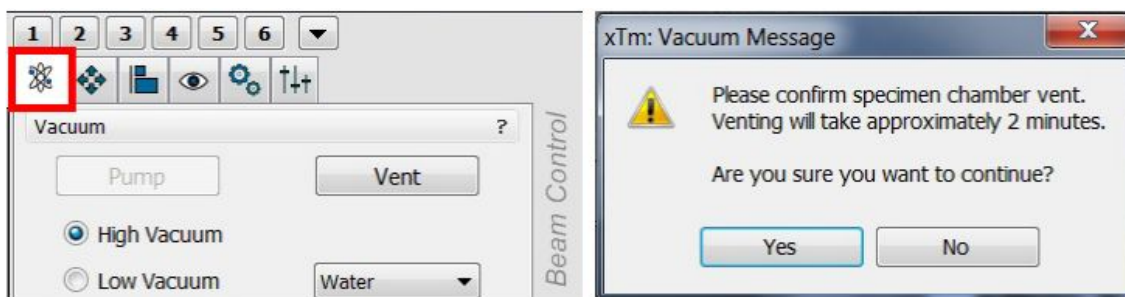

Figura 7. Botão “*vent*” localizado na aba “*Beam Control*”, módulo “*Vacuum*” e a janela de confirmação da opção de despressurização (ventilação) da câmara.
- ✓ Selecione a aba “*beam control*” (Figura 7) e clique no botão “*vent*”, no módulo “*Vacuum*”, aparecerá uma janela pedindo a confirmação desta operação (Figura 7).